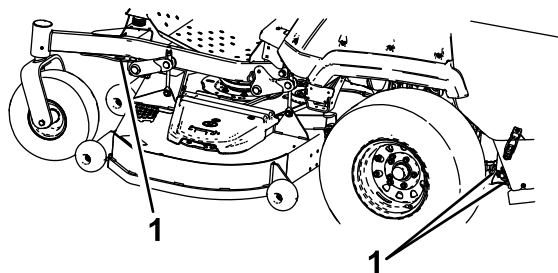

Figura 37
6. Prenda a máquina perto das rodas giratórias frontais e estrutura traseira com correias, correntes, cabos ou cordas (Figura 37). Consulte as diretrizes locais relativas a requisitos de dispositivos de fixação.